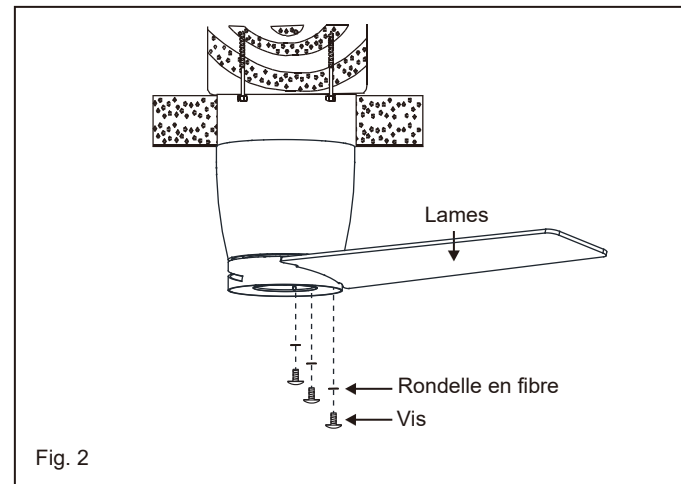

Fig. 2
Fixez la vis à bois et la rondelle plate à la solive du plafond comme indiqué (ne serrez pas complètement). Faites glisser le serre-câble sur le câble de sécurité du ventilateur. Enroulez le câble de sécurité autour de la vis à bois que vous venez de fixer à la solive. Insérez le bout du câble dans le serre-câble et tirez-le autant que possible. Serrez fermement la vis du serre-câble. Coupez l'excédent de câble. (Fig. 2)
REMARQUE : assurez-vous que le commutateur d'inversion s'aligne avec le trou réservé du boîtier (Fig. 2).
- 3 Fixez la pale au moteur à l'aide des vis de pale fournies. Répétez la procédure pour les pales restantes. Assurez-vous que les vis sont bien **SERRÉES** ! Des vis de moteur desserrées peuvent causer un bourdonnement inutile pendant le fonctionnement. (Fig. 2)
- 4 Tout en gardant le couvercle inférieur sous le ventilateur, n'effectuez pas les branchements électriques. (Fig. 2)
- 5 Placez le couvercle inférieur contre le ventilateur et faites-le pivoter dans le sens des aiguilles d'une montre jusqu'à ce qu'il soit bien ajusté ; **NE SERREZ PAS EXCESSIVEMENT.** (Fig. 2)
- 8 Fixez le dispositif de commande mural au boîtier de raccordement à l'aide des deux vis fournies (Fig. 2).
- 3 Un débit d'air DESCENDANT crée un effet rafraîchissant, comme illustré à la Figure 2. Cela vous permet de régler votre climatiseur à une température plus élevée sans compromettre votre confort.